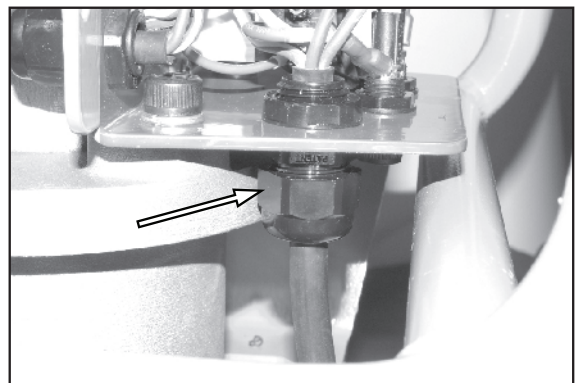

Figura 17.
2. Veja a Figura 17. Solte a pega do cabo.